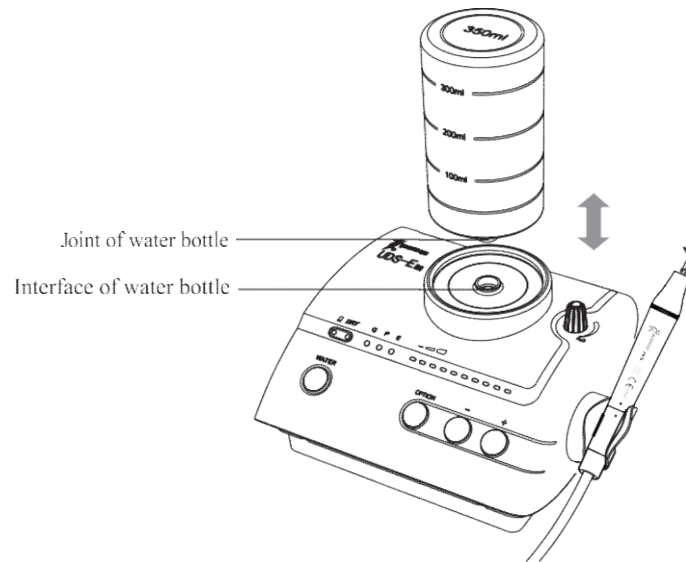

Figure 4
- d) Stellen Sie die Flasche mit dem Wasser auf den Kopf und setzen Sie die Fuge senkrecht in die Schnittstelle (siehe Abbildung 4).